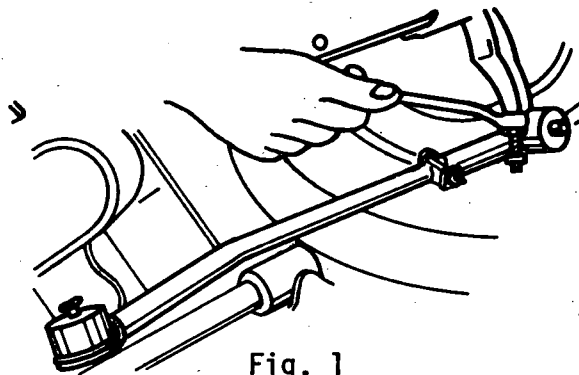

Fig. 1
- 7º passo - *Desconecte a barra de ligação do braço da ponta do eixo (fig.1).*